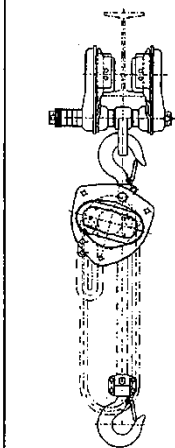

Fig. 5-2
- (1) M3-seriens telfer kan antingen kopplas med krokupphängningsmetoden (toppkroken hängs från hängaren C som visas i fig. 5-1) eller med den direkta kopplingsmetoden (telferkarossen med toppkroken avlägsnad direkt kopplad till hängaren C som visas i fig. 5-2).